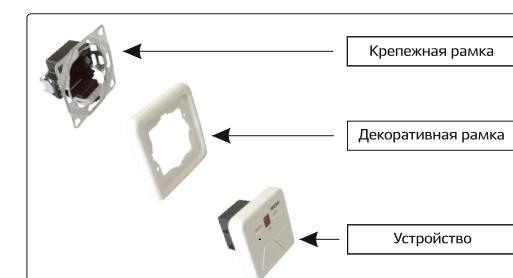

Рис. 3 – Монтаж пульта
- закрепить устройство согласно рис. 3.